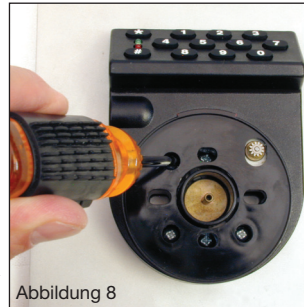

Abbildung 8
12. Befestigen Sie die vordere Abdeckung mit den drei Schrauben Kaliber 6-32, die Sie durch die runden Befestigungslöcher in der Abdeckung stecken, an der Tastatur-Sockel-Einheit. (Drehmoment 1,6 - 1,8 Nm) (Abbildung 8)